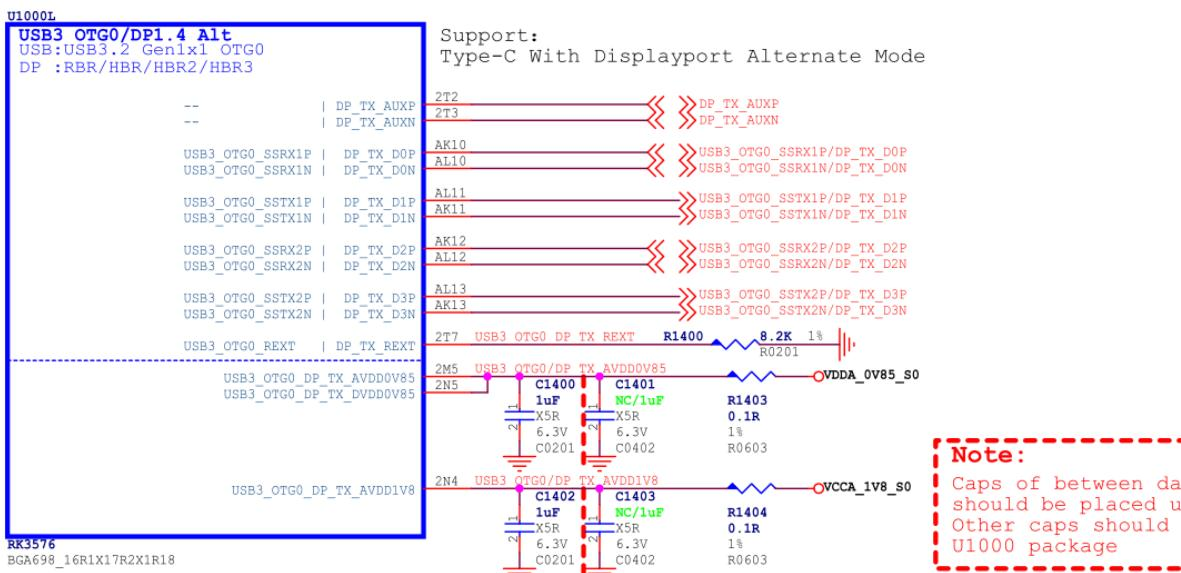
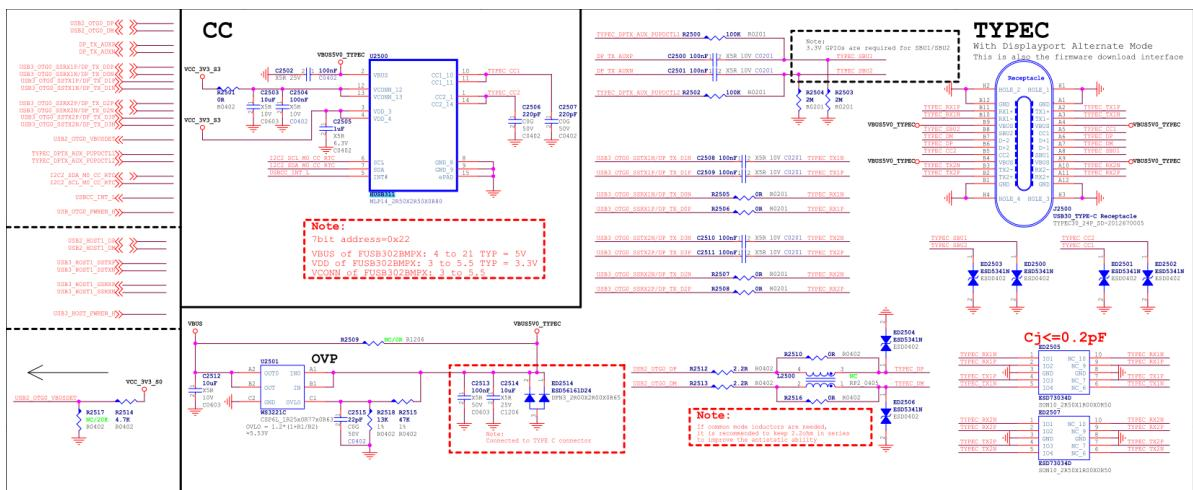

图 8 RK3576 Type-C 电路
图 9 RK3576 Type-C 接口
2. 为了支持高压充电功能，同时降低硬件电路的风险，USB2_OTG0_VBUSDET 不要连接 Type-C 接口的 VBUS，固定上拉到 3.3V 即可（如图 8 和图 9 USB2_OTG0_VBUSDET 连接到 VCC_3V3_S0），但不能悬空；
4. TYPEC_SBU1/TYPEC0_SBU2 只用于 DP Alternate Mode 的 AUX 通信。按照 AUX 的协议要求，需要根据 Type-C 插入的正反面，对 SBU1/SBU2 进行相应的电平上拉操作。因为 RK3576 芯片内部没有实现 SBU1/SBU2 的自动上拉，所以要求硬件外部电路增加两个 GPIO 控制（对应图 9 中的 TYPEC_SBU1/TYPEC_SBU2）。对 GPIO 的默认上下拉方式没要求，可以选择任意的 GPIO。软件上，需要修改 `usbdp_phy` 节点的属性 `sbu1-dc-gpios` 和 `sbu2-dc-gpios` 进行适配；